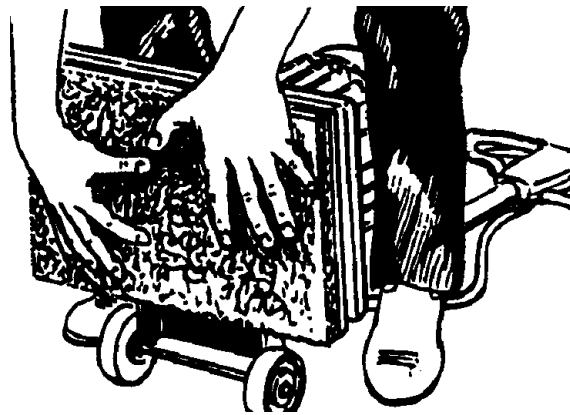

Figure 3
- D. Appuyez le patin contre le plateau de ponçage auto-agrippant jusqu'à ce que les crochets de le plateau de ponçage auto-agrippant aient accrochés le patin (voir la Figure 3).